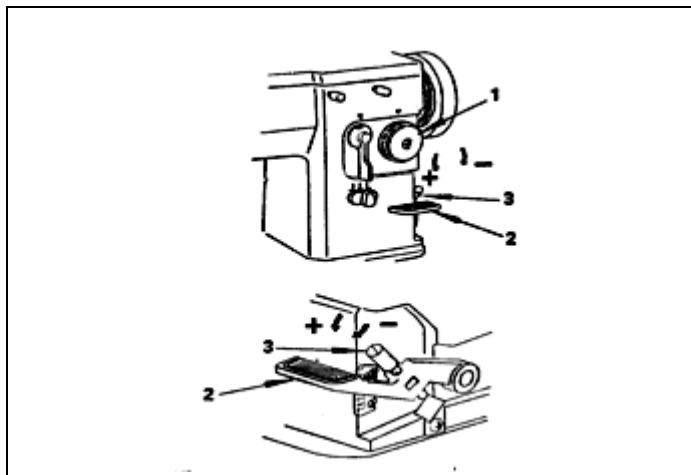

Fig. 16
11. AJUSTE DO COMPRIMENTO DO PONTO (Fig. 16)
Empurre a alavanca 2, (fig. 16) para baixo para o avanço reverso e libere para avanço para frente. Para regular o comprimento do ponto reverso, gire o parafuso 3 para direita ou esquerda conforme necessário: